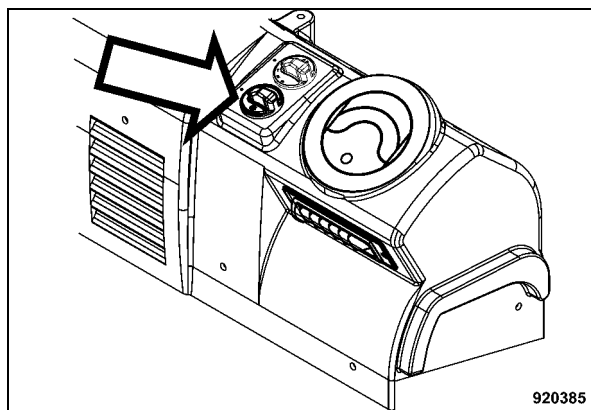

Fig. 145
- Elegir con el interruptor giratorio para instalación de aire acondicionado (Fig. 145) una temperatura refrigerante dentro del campo azul.